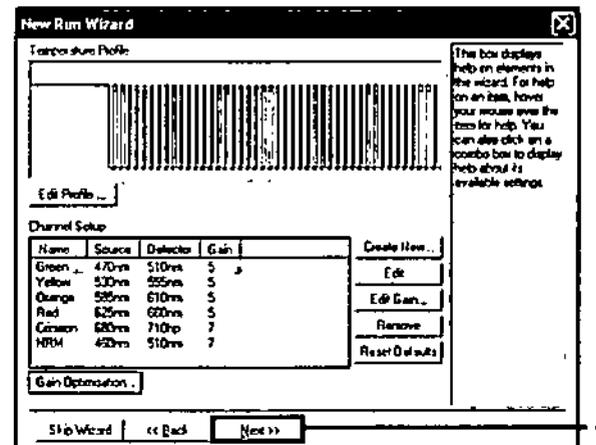

Ilustración 35. Cuadro de diálogo "New Run Wizard" (Asistente para series nuevas) y pantalla de edición de temperatura (1 = Botón "Next" [Siguiente])
4. La siguiente ventana permite editar el perfil de temperatura. No es necesario editar, porque el perfil de temperatura ya se ha creado según las instrucciones del apartado "Protocolo: creación de un perfil de temperatura", en la página 60. Haga clic en "Next" (Siguiente) (ilustración 35).